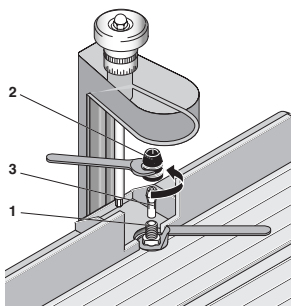

Fig. 3a
1. Mit dem beigelegten Maulschlüssel die Fräserwelle 1 (siehe Fig. 3a) festhalten, mit dem anderen die Überwurfmutter 2 losdrehen und abnehmen.